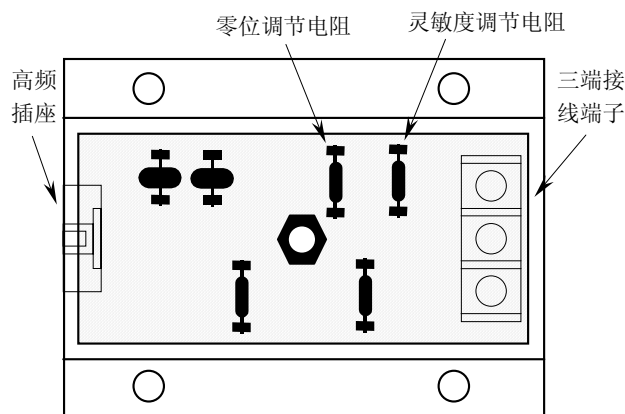

图3-2 前置器底部调节元件位置
- ◆ 如果平均灵敏度超差，应先断开供电电源，再将传感器的底盖板打开，可以见到未被灌封的调节元件，各调节元件用硅胶密封。灵敏度调节电阻位置如图3-2所示，去掉硅胶，用电烙铁焊下灵敏度调节电阻，用电阻箱代替。接通电源，调节电阻箱，依照上述步骤重新测量数据，并计算出平均灵敏度，直到平均灵敏度达到要求时为止。然后测出电阻箱的阻值，用1/4W、 $\pm 50\text{ppm}/^\circ\text{C}$ 的金属膜电阻代替电阻箱，焊接牢固并用硅胶密封。
- ◆ 如果传感器线性起始点输出电压或电流，不符合标准特性方程(见附录B)或二次仪表的要求，可以调整零位调节电阻(其位置如图3-2所示)。